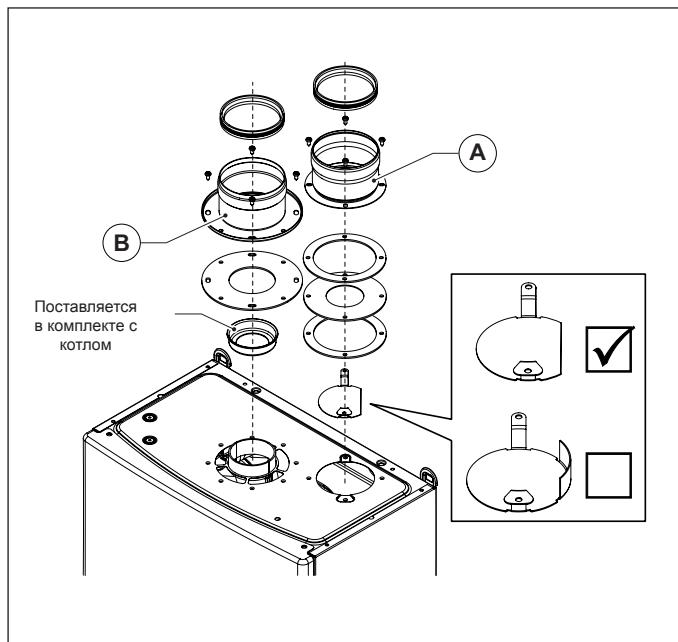

Рис. 8 OSDOPPIA13
- Смонтируйте соответствующий дефлектор воздуха (смотри Рис. 8 0SDOPPIA13).
- Смонтируйте соответствующий дефлектор воздуха (смотри Рис. 8 OSDOPPIA13).